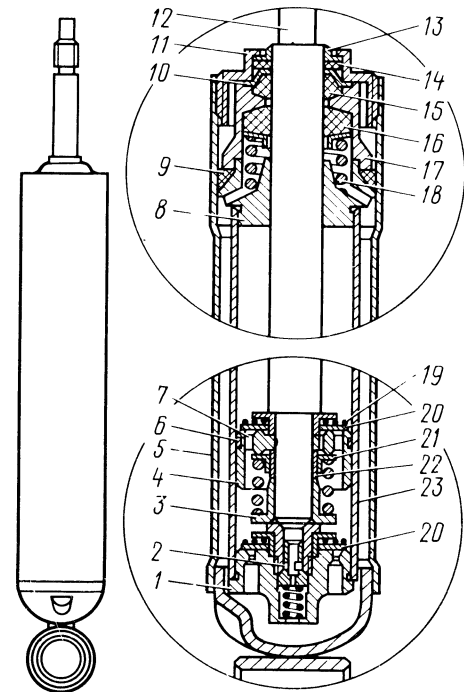
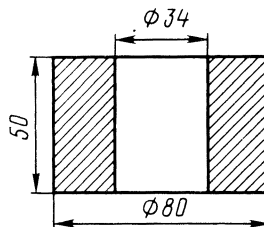

Рис. 151. Амортизатор:
Рис. 153. Кольцо для снятия втулки
Передние и задние телескопические амортизаторы автомобиля одинаковы по конструкции и имеют много общих деталей (рис. 151).
3. Отвернуть гайку 11 (см. рис. 151).
8. Алюминиевым кольцом (рис. 153), надетым на цилиндр, сбить направляющую втулку 8 (см. рис. 151) с цилиндра 23.
Уплотнительное резиновое кольцо 9 (см. рис. 151) заменяется, если оно повреждено при разборке, а также в случае, когда кольцо сильно деформировалось и дало усадку.
5. Собрать клапан сжатия. Перепускной клапан 20 (см. рис. 151) при этом установить к кольцевым выступам корпуса клапана неработавшей стороной. Если амортизатор перебирался неоднократно и детали притирались, то установить новый клапан. Запрессовать корпус 1 клапана в цилиндр.
б) износ резинового сальника штока;	Заменить сальники. При замене сальника 16 штока (см. рис. 151), надпись НИЗ должна быть обращена к поршню